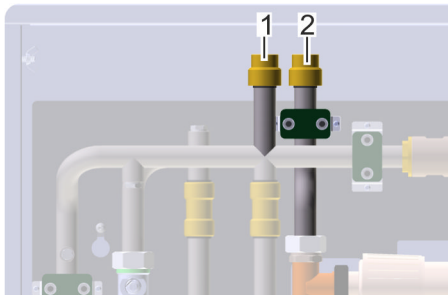

Abb. 31: Radiatoren anschließen
1. ➔ Vorlauf an das Gewinde (Abb. 31/2) anschließen und von Hand festdrehen.
2. ➔ Rücklauf an das Gewinde (Abb. 31/1) anschließen und von Hand festdrehen.